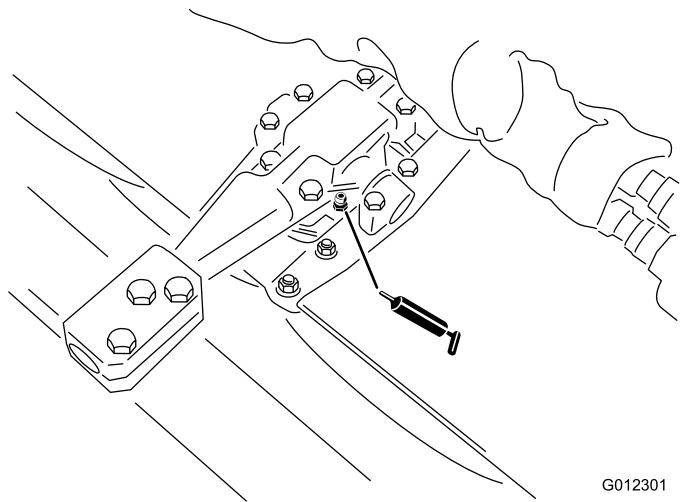

Figure 27
- Pivots de kit tête fixe ou flottante (Figure 27)